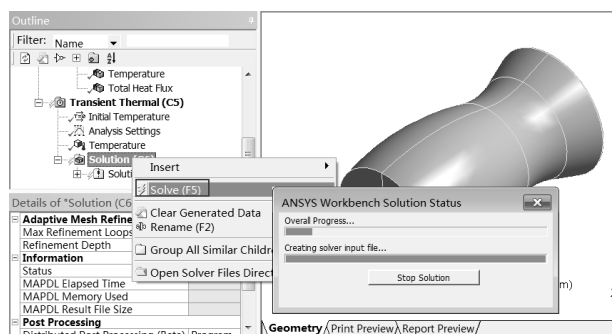

图 15-33 计算求解
Step4: 如图 15-33 所示, 在 Transient Thermal (C5) 选项上右击, 在弹出的快捷菜单中选择 Solve 命令, 此时会弹出进度显示条, 表示正在求解, 当求解完成后进度条自动消失。